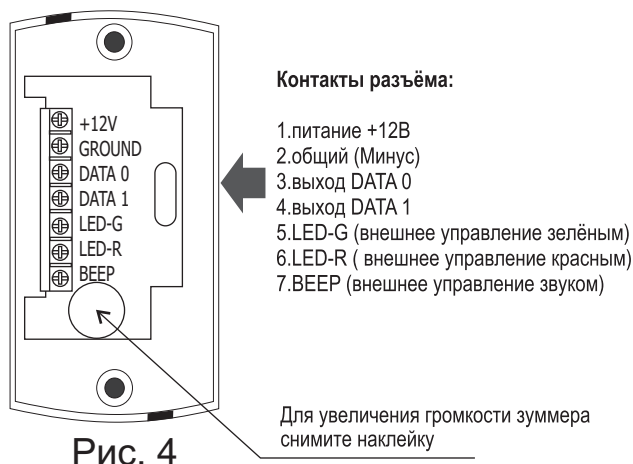

Рис. 4
2. Подсоедините провода к разъёму считывателя в соответствии со схемой (рис.4, 5).